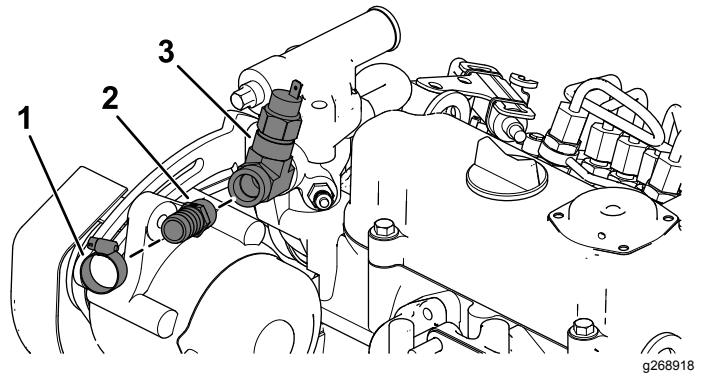

Bild 16
- D. Befestigen Sie den Schlauch (3/8") und das Adapteranschlussstück (5/8") mit Schlauchklemmen (Bild 16).